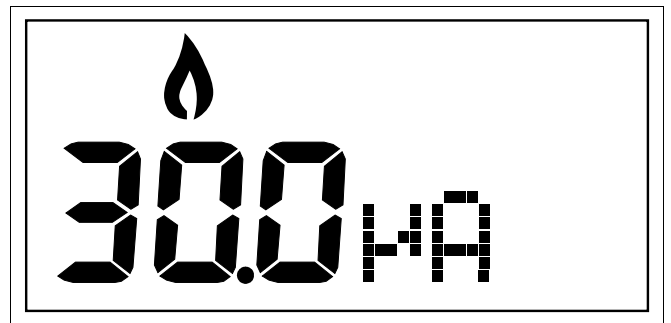

fig. 65 Ionisatiestroom via "infomenu"
- Lees de ionisatiestroom af op het display via het infomenu op pagina 31. De ionisatiestroom dient bij laaglast > 1  $\mu\text{A}$  te bedragen (→ fig. 65).